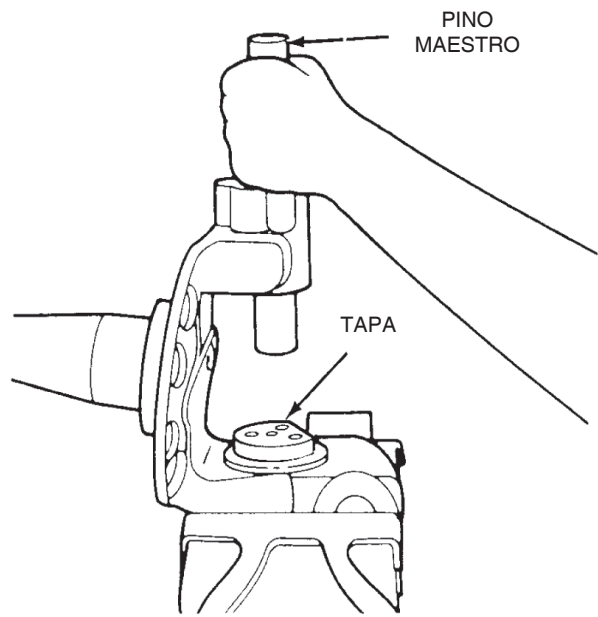

Figura 75
3. Coloque la cubierta de la punta del eje en el tope del sellador. Deslice el perno maestro a través del alojamiento. Use el perno maestro para instalar el sellador. Figura 75.